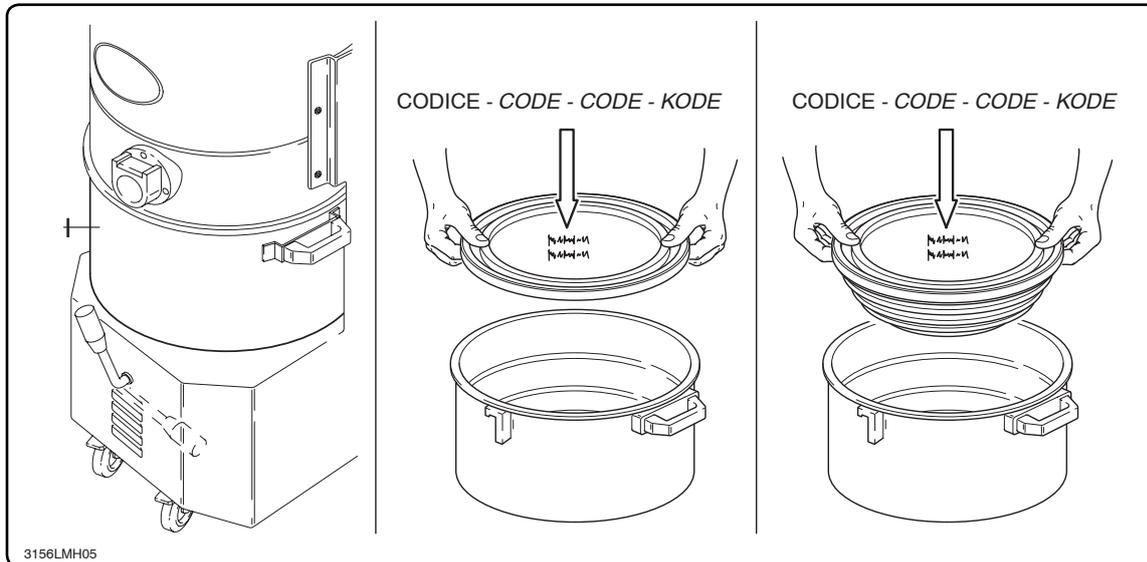

Fig. 9
- Nel caso di polveri pericolose e/o dannose per la salute si può utilizzare il sacco di plastica (nostro codice 40100) o il nostro contenitore di sicurezza in ABS (nostro codice 8 30202 - 8 31365 Fig. 9) per lo smaltimento delle polveri.
- A plastic liner can be used (our code 40100) if dust that is dangerous and/or hazardous for the health must be removed or our ABS safety container (our code 8 30202 - 8 31365 Fig. 9) in order to dispose of the dust.
- En cas de poussières dangereuses et/ou nuisibles pour la santé utiliser un sac en plastique (notre code 40100) ou notre récipient de sécurité en ABS (notre code 8 30202 - 8 31365 Fig. 9) pour l'élimination des poussières.
- Bei gefährlichen und/oder gesundheitsschädlichen Stäuben kann ein Plastikbeutel benutzt werden (unser Code 40100) oder unsere Sicherheitsbehälter aus ABS (unser Code 8 30202 - 8 31365 Abb. 9) zur Staubentsorgung verwendet werden.
- sganciare il contenitore polveri "I" (Fig. 9);
- chiudere il contenitore di sicurezza con il coperchio in dotazione e estrarlo dal contenitore polveri "I" (Fig. 9), sostituirlo con un contenitore vuoto.
- *release the container "I" (Fig. 9);*
- *close the safety drum with the supplied cover and remove it from the container "I" (Fig. 9). Fit an empty drum in its place.*
- décrocher la cuve à poussières "I" (Fig. 9);
- fermer le récipient de sécurité avec le couvercle fourni et l'extraire de la cuve à poussières "I" (Fig. 9), et le remplacer par un récipient vide.
- *den Staubbehälter "I" aushaken (Abb. 9);*
- *den Sicherheitsbehälter mit dem entsprechenden Deckel schließen, aus dem Staubbehälter "I" (Abb. 9) herausnehmen und durch einem leeren Sicherheitsbehälter ersetzen.*